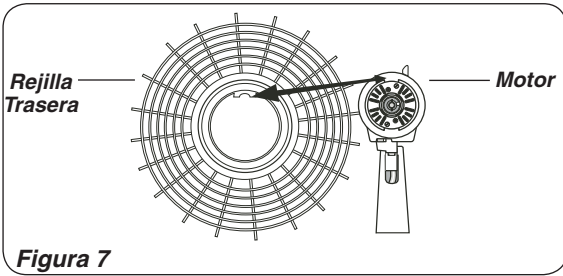

Figura 7
1. Inclinarla **Cabeza del Ventilador** hacia atrás. Coloque la **Rejilla Trasera** en el **Motor**. (**Figura 7**)